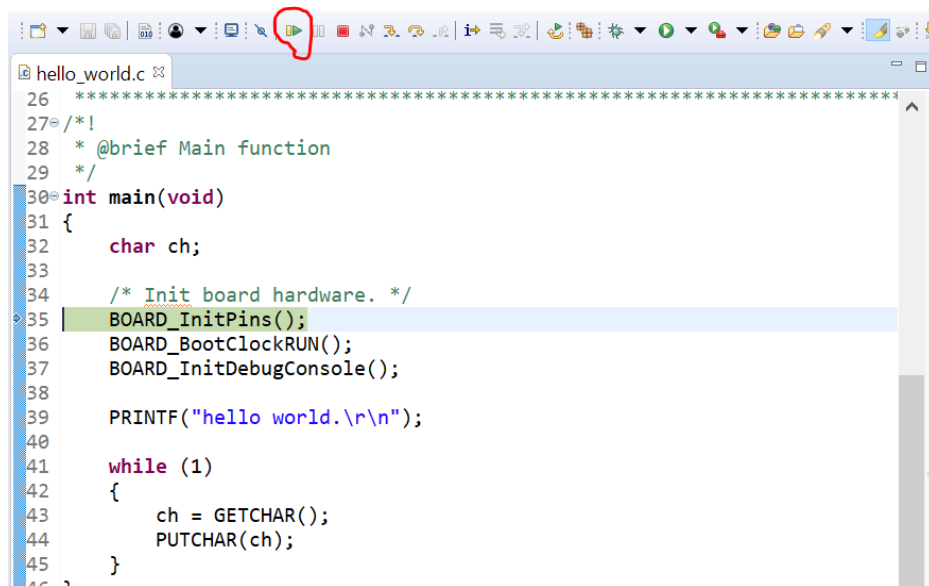
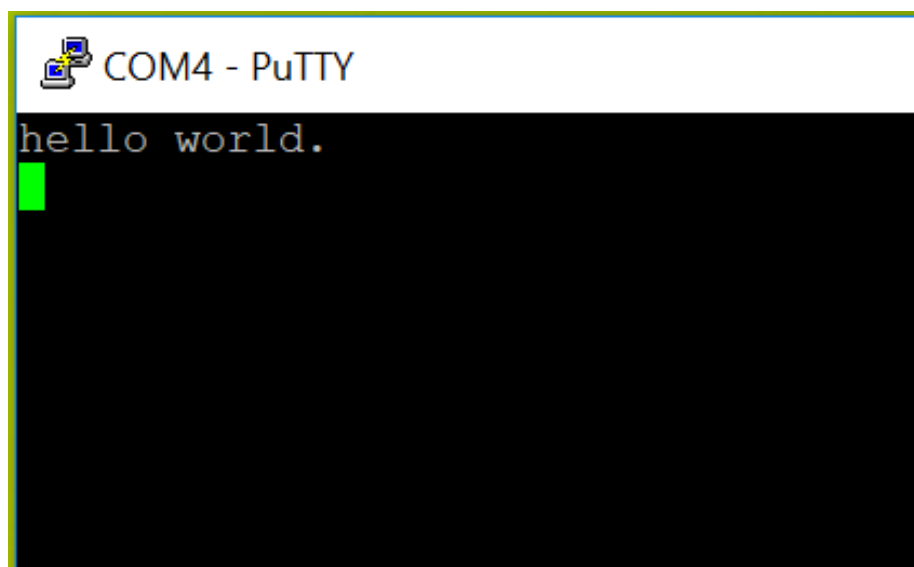

图 8 点击 resume 按钮运行
图 9 串口显示 hello world
5. 点击菜单 “**Run->Resume**” 来运行程序，如图 8 所示。也可以使用其它的命令来调试和控制应用程序。如果操作正确，这时候可以在串口工具上看到输出 **hello world**，如图 9 所示。